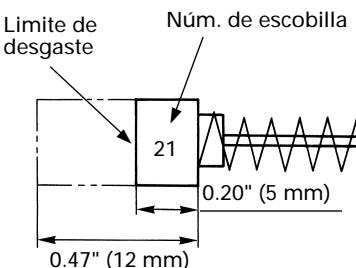

Fig. 7
## 4. Inspeccionar los carbones de contacto (Fig. 7)
**NOTA:** Utilice las escobillas HITACHI Núm. 21 indicadas en la Fig. 7.